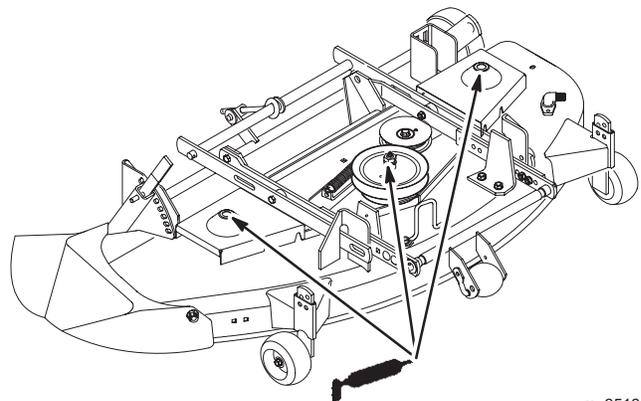

Bild 33
- Reinigen Sie die Schmiernippel mit einem Lappen (Bild 33).
- Setzen Sie die Fettpresse nacheinander an allen Nippeln an (Bild 33).